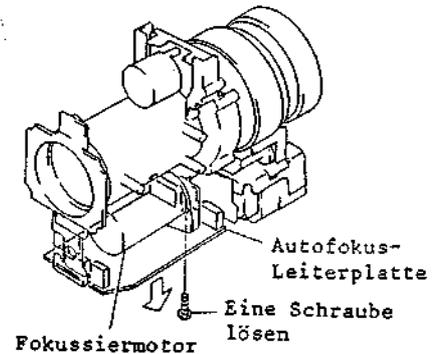

Abb. 2-101 Ausbau der Autofokus-Leiterplatte
4-4 Ausbau des Fokussiermotors (Abb. 2-101, 2-102)
2. Eine (1) Schraube lösen und die Autofokus-Leiterplatte in Pfeilrichtung aufklappen (siehe Abb. 2-101).
2. Die Autofokus-Leiterplatte aufklappen (siehe Abb. 2-101).